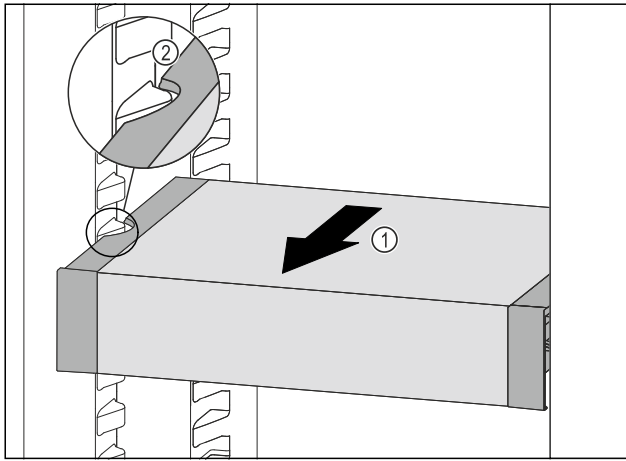

Fig. 40
- Tire del VarioSafe hacia delante Fig. 40 (1) hasta que las cavidades laterales del VarioSafe estén al mismo nivel que la ranura del recipiente en el compartimento frigorífico. Fig. 40 (2)